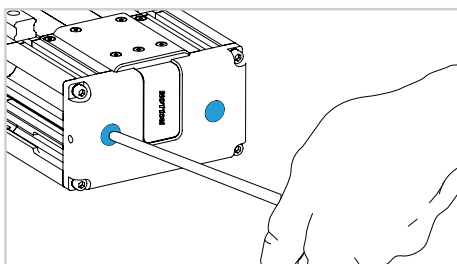

Fig. 10
- 11) Rimuovere le viti del serracinghia (Fig.10).